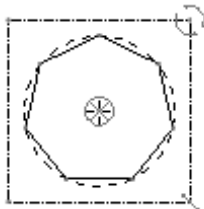

图 2.5.6 七边形
Step 5 将选定的选项拖到图形区。选中  7 侧七边形 选项后按住鼠标左键不放,把光标移到图形区中,然后松开鼠标,选定的图形就自动出现在图形区中,图形区中的图形如图 2.5.6 所示。此时系统弹出“旋转调整大小”操控板。